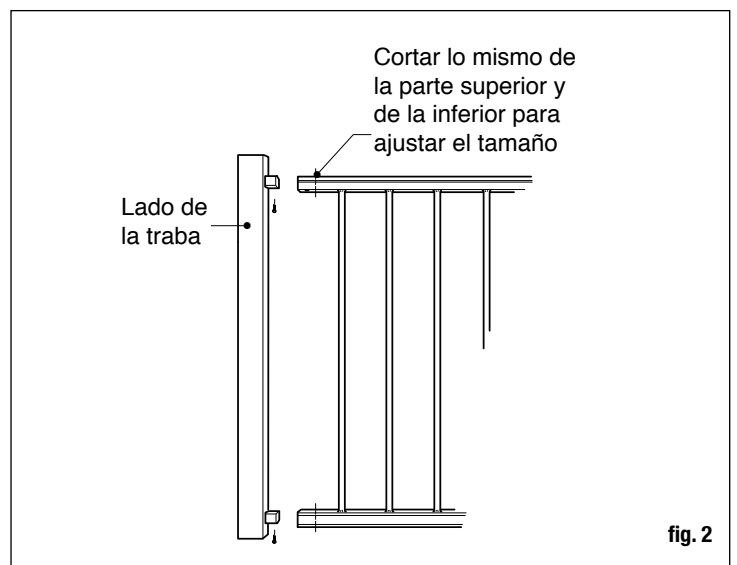

fig. 2
Medir la puerta y determinar cuánto debe rebajarse. Coloque el panel de la puerta (A) sobre una superficie plana y que no la dañe. Quite el poste de traba (B) de la puerta (fig. 2).
Sujete el poste de la traba (B) al panel de la puerta (A) pasando 2 tornillos a través del lado inferior de los barandales superior e inferior e insertándolos en la unión en el poste de la traba (fig. 2). Tenga cuidado para evitar estropear el poste con el mandril del taladro. Poner la puerta boca abajo podría facilitar este paso.